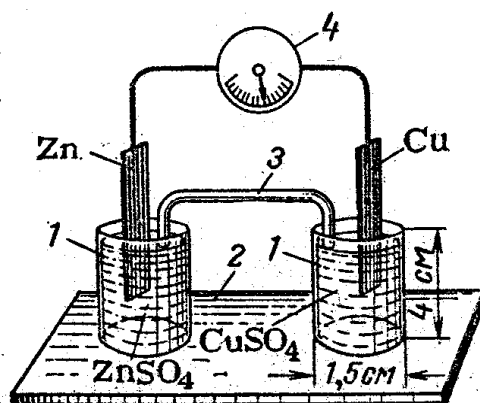

Рисунок 4 – Гальванічний елемент: 1 – склянки з розчинами солей; 2 – підстава; 3 – електролітний місток; 4 – гальванометр.
2. Сполучити склянки, як показано на рис. 4, за допомогою електролітного містка 3, що містить насичений розчин KCl у суміші із агар-агаром.
1. Наповнити склянки 1 (рис.4) розчинами ZnSO_4 різної концентрації: першу склянку – 1М ZnSO_4 , а другу – $0,01\text{М}$ ZnSO_4 .